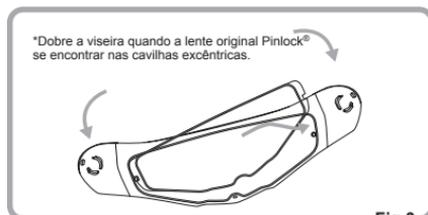

Fig.3
2. Dobre cuidadosamente a viseira até a mesma ficar plana. Em seguida, clique no outro lado da lente original Pinlock® para as cavilhas excêntricas e deixe a viseira recuperar a sua forma curvada original. Certifique-se de que a lente original Pinlock® está bem encaixada (Fig. 3, 4 e 5). (Acompanhamento do passo 3 na página seguinte)